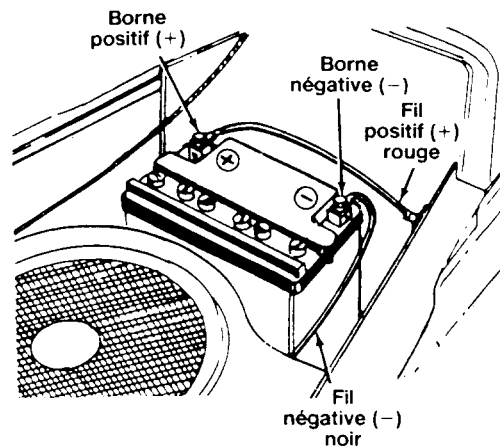

Figure 6
3. Attachez le câble positif (gros fil rouge) sur la borne positive (+) avec un boulon hex. et un écrou à six pans. Voir la figure 6.